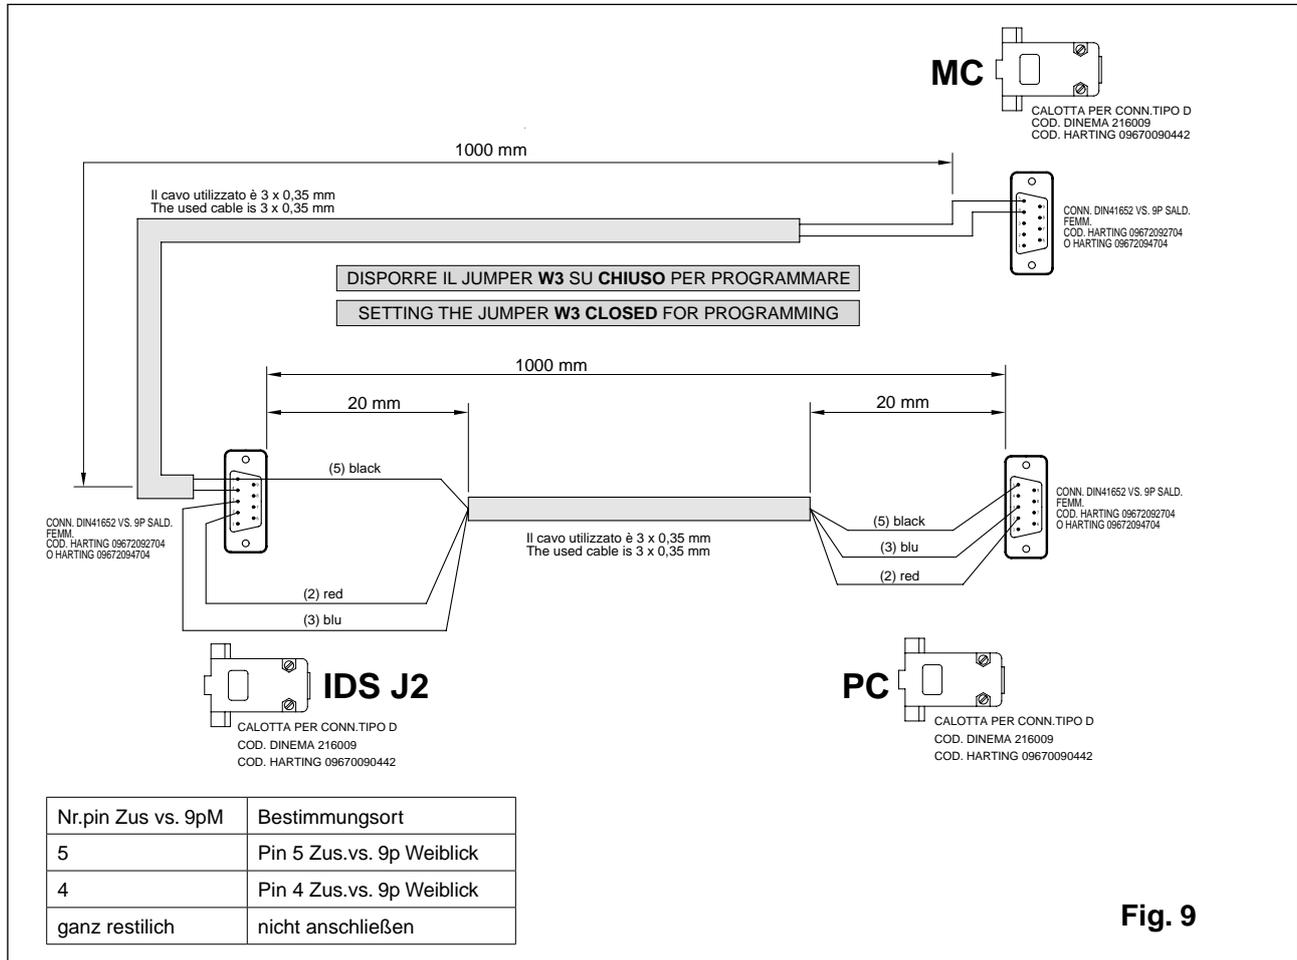

Fig. 9
2. Das auf Abbildung 9 gezeigte Kabel nehmen (wird NICHT mit dem Gerät geliefert). Es handelt sich um ein Kabel, das in die serielle Steckdose eines PCs gesteckt wird, und an die Steckdose J2 der IDS angeschlossen wird. Außerdem wird der verbleibende Verbinder an das Verbindungskabel zwischen Kaffeemaschine und IDS angeschlossen.